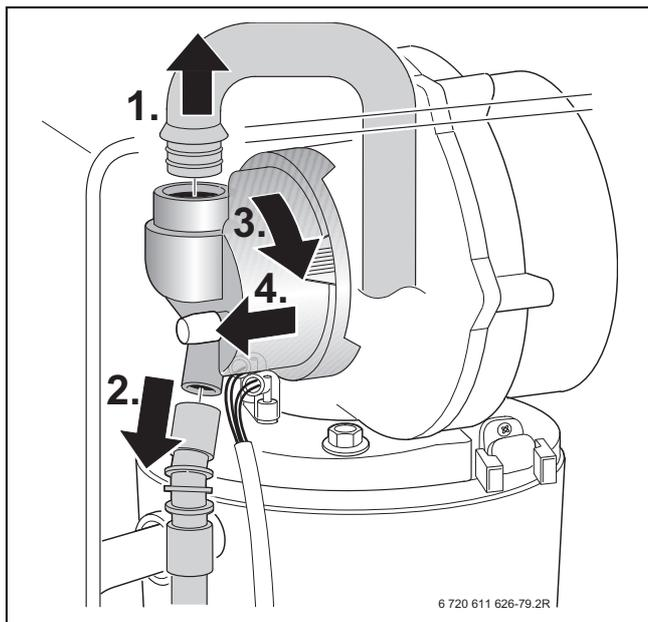
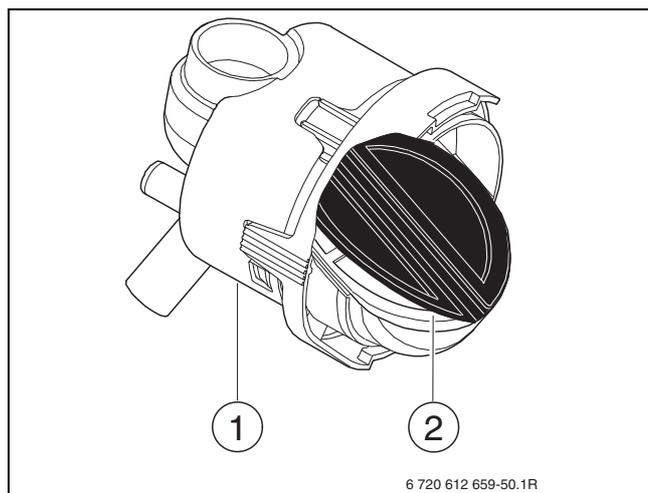

Fig. 68
Fig. 76
- ▶ Démontez le tube d'admission d'air et retirez le tuyau à gaz du dispositif de mélange, → figure 68.
- Démonter le mélangeur (fig. 76, [1]) comme indiqué sur la figure 68, pag. 42.